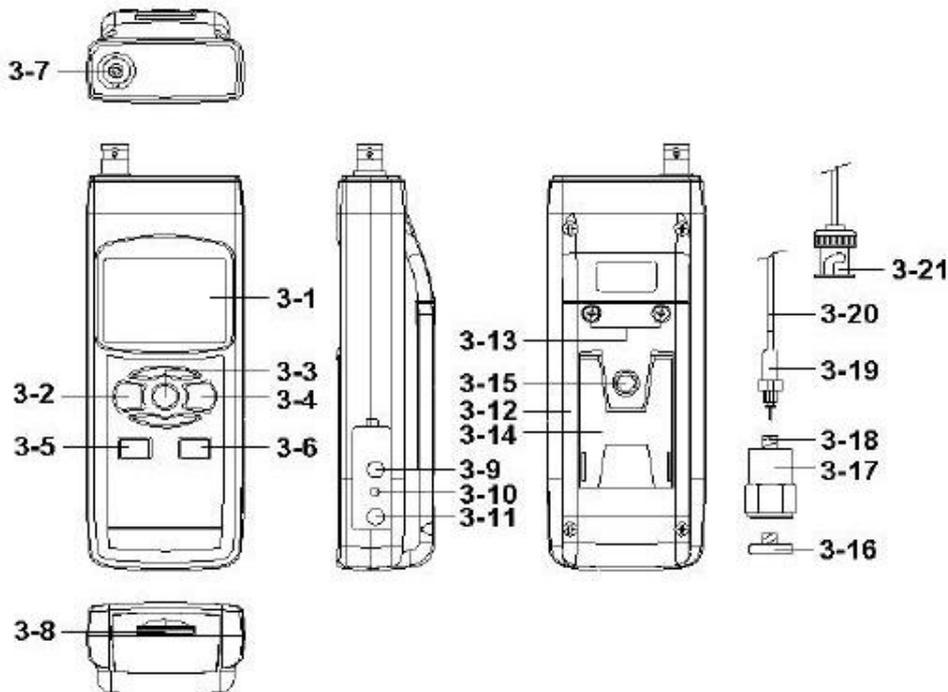

Fig. 1
Tecla cero	Bajo la medición de aceleración (RMS), sensor de movimiento, pulse la tecla registrador (3-6, Fig. 1) > 5 segundos.
Tecla reinicio Máx.Hold	Bajo las mediciones Max. hold , pulse la tecla registrador (3-6, Fig. 1)> 5 segundos
- 1) Encienda el medidor pulsando la tecla "Power" (3-2, Fig. 1) momentáneamente.
- * Pulsando la tecla "Power" (3-2, Fig. 1) de manera continua y durante > 2 segundos se apagará el medidor.
- 2) Enchufe el "cable conector BNC" (3-21, Fig. 1) a la "toma de entrada BNC" (3-7, Fig. 1).
- * Por favor, no utilice el dedo o la mano para tocar el "cable sensor" (3-20, Fig. 1)
Seleccione la unidad deseada de pantalla pulsando la "tecla unidad" (3-4, Fig. 1) de manera continua (sin soltar la tecla), la pantalla mostrará las siguientes unidades de Aceleración/Velocidad/Desplazamiento en secuencia.
Seleccione la función deseada (RMS, Pico, Max HOLD) pulsando la "tecla función" (3-3, Fig. 1). de manera continua (sin soltar la tecla), hasta que la pantalla muestre la función deseada (RMS, Max HOLD, Pico) , después suelte la "tecla de función" (3-3, Fig. 1). Para conocer los procedimientos detallados, por favor consulte el capítulo 4-1.
Cuando se esté ejecutando la función Máx Hold si pulsa la tecla " LOGGER-Registrador" (3-6, Fig. 1) de manera continua durante al menos 5 segundos, borrará el valor Máx. Hold existente.
- 1) El sensor de vibración está listo, conecte el "enchufe del cable" (3-21, Fig. 1) en la "toma de entrada" (3-7, Fig. 1).
- 4) Pulse la tecla "LOGGER-registrador" (3-6, Fig. 1) de manera continua durante al menos 5 segundos y la pantalla se pondrá a cero.
Durante la medición, pulse la tecla "Hold" (3-3, Fig. 1) una vez y el valor de medida se congelará y la pantalla mostrará un símbolo "HOLD".
- 1) La grabación de datos graba las lecturas máximas y mínimas. Pulse la tecla "REC" (3-4, Fig. 1) una vez para comenzar la función de registro de datos y se mostrará un símbolo "REC" en la pantalla.
- a) Pulse la tecla "REC" (3-4, Fig. 1) una vez, el símbolo "REC MAX" aparecerá junto con el valor máximo en la pantalla.
Si desea borrar el valor máximo, pulse la tecla "Hold" (3-3, Fig. 1) una vez, a continuación la pantalla mostrará el símbolo "REC" y se ejecutará la función de memoria de manera continua.
b) Pulse la tecla "REC" (3-4, Fig. 1) otra vez, el símbolo
Si desea borrar el valor mínimo, pulse la tecla "Hold" (3-3, Fig. 1) una vez, la pantalla mostrará el símbolo "REC" y se ejecutará la función de memoria de manera continua. Para salir de la función registro de memoria, pulse la tecla "REC" durante al menos 2 segundos. La pantalla volverá a la lectura actual.
Cuando encienda el medidor, la "luz de fondo del LCD" se encenderá de manera automática. Durante la medición, pulse la "tecla luz de fondo" (3-2, Fig. 1) una vez para apagar la "luz de fondo del LCD". Pulse la tecla "luz de fondo" otra vez y la "luz de fondo del LCD" se encenderá otra vez.
Prepare una "tarjeta de memoria SD" (de 1 G a 16 G, opcional), inserte la tarjeta SD en la "ranura para la tarjeta SD" (3-8, Fig. 1).
Pulse la tecla "REC" (3-4, Fig. 1) una vez, el LCD mostrará "REC", a continuación pulse la tecla "Logger-registrador" (3-6, Fig. 1), el símbolo "REC" parpadeará, al mismo tiempo que los datos de medida junto con la información de la hora se guardarán en el circuito de medición.
Durante la ejecución de la función de registro de datos, si pulsa la tecla "Logger-registrador" (3-6, Fig. 1) una vez, la función de registro se pausará (se detiene para guardar los datos en el circuito de memoria temporalmente). Al mismo tiempo el símbolo "REC" parará de parpadear.